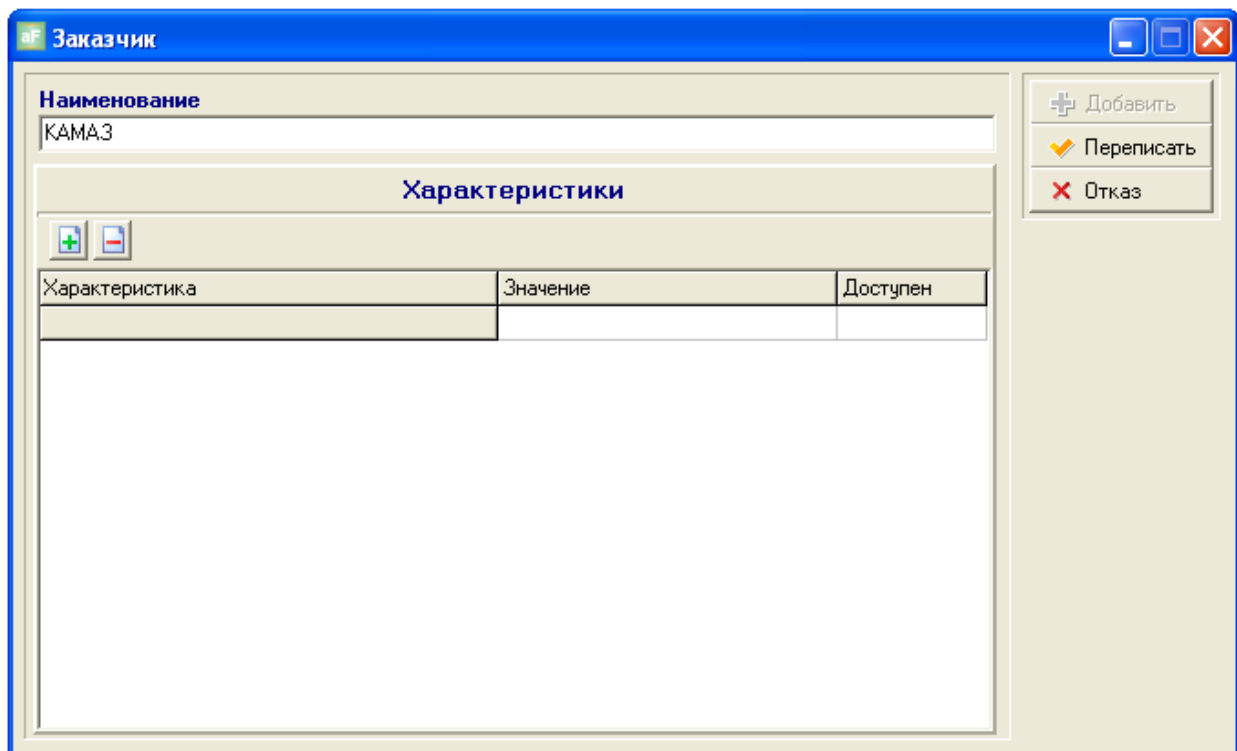

рис. 7-5. Создание значения характеристик для заказчика
- 5) В форме редактирования, изображенном на рис. 7-5, нажать на клавишу с символом  над таблицей значений характеристик;